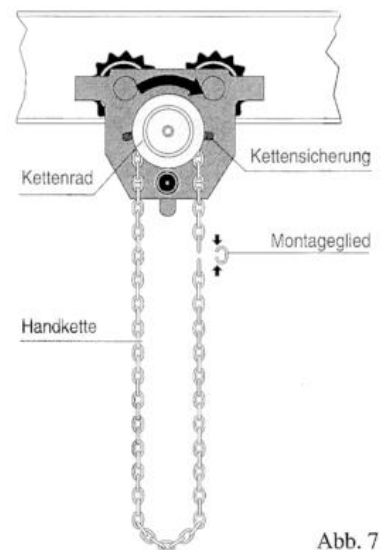

Abb. 7
- Handkettenrad drehen bis die Handkette voll in der Kettenführung des Rades liegt und das Kettenende frei unterhalb der Kettensicherung hängt (Abb.7).